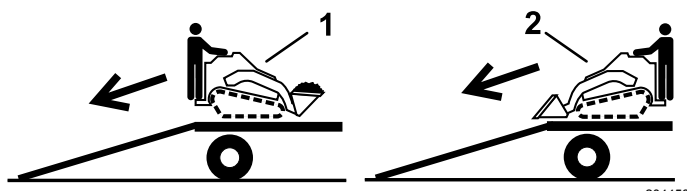

Figura 30
- Scaricate la macchina dal rimorchio con l'estremità più pesante sulla rampa, trasportando i carichi verso il basso (Figura 30).